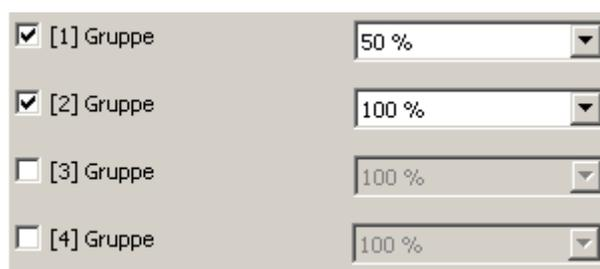

Bild 55: Beispiel einer Gruppenzuordnung eines Effekt-Schritts
Einem Effekt-Schritt lassen sich ohne Einschränkungen alle angelegten Gruppen und Einzelgeräte zuordnen. Zudem ist eine Zuordnung angelegter Szenen möglich. Jede Gruppe, jedes Einzelgerät und jede Szene kann unabhängig zugewiesen werden, indem das Auswahlkästchen vor dem Gruppen- oder Einzelgerätenamen oder vor dem Szenennamen in der Konfiguration der Effekt-Schritte aktiviert wird (Bild 55). Gruppen, Einzelgeräte und Szenen, deren Auswahlkästchen nicht aktiviert sind, sind dem Effekt-Schritt nicht zugeordnet. Alle nicht angelegten Gruppen, Einzelgeräte oder Szenen des DALI-Gateways sind grau ausgeblendet und somit nicht editierbar.
- Im Parameterknoten "Effekte -> [x] Effektname -> [y] Schritt" ( $x = 1 \dots 16$  /  $y = 1 \dots 15$ ) für jede zugeordnete DALI-Gruppe, für jedes zugeordnete Einzelgerät und für jede zugeordnete Szene den erforderlichen Helligkeitswert vorgeben (Bild 55).